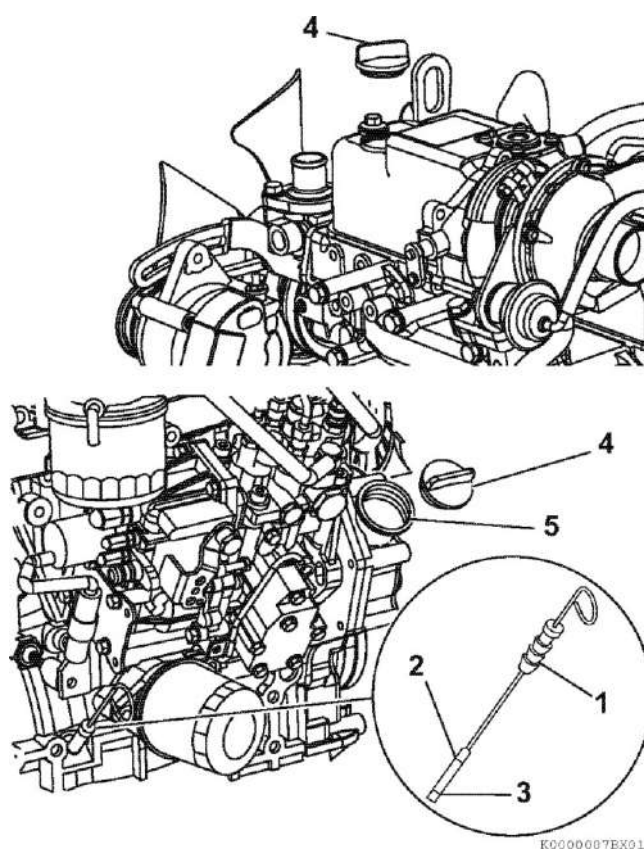

Рисунок 28
2. Вытащить щуп для измерения уровня масла (Рисунок 28 (1)) и протереть его чистой тряпкой.
4. Вытащить крышку маслозаливной горловины / щуп для измерения уровня масла. Уровень масла считается нормальным, если он находится между верхней отметкой максимум (Рисунок 28 (2)) и нижней отметкой минимум (Рисунок 28 (3)) на масляном щупе.
3. Добавьте необходимое количество моторного масла через верхнее или боковое отверстие маслозаливной горловины (Рисунок 28 (5)).